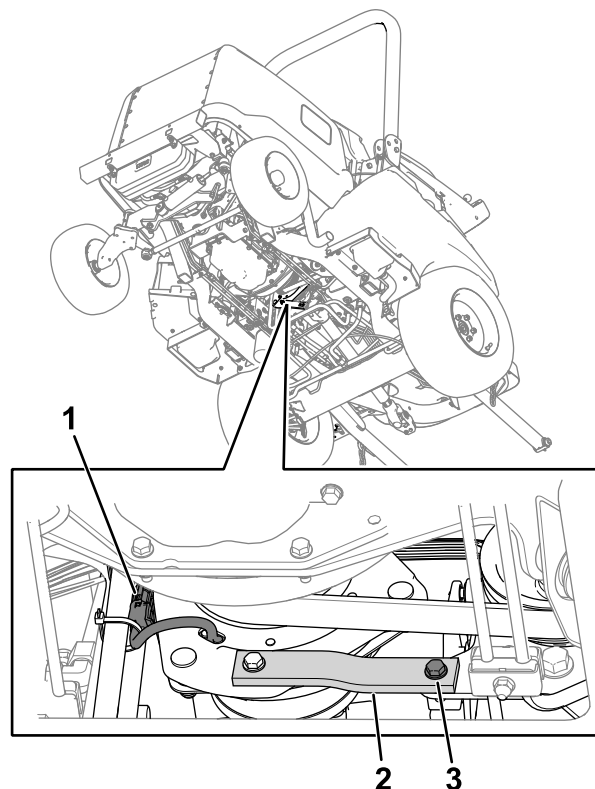

Рисунок 79
- Отсоедините разъем жгута проводов сцепления от жгута проводов машины (Рисунок 79).
- Снимите болт, шайбу и гайку с резинометаллических полос (Рисунок 79) на раме.